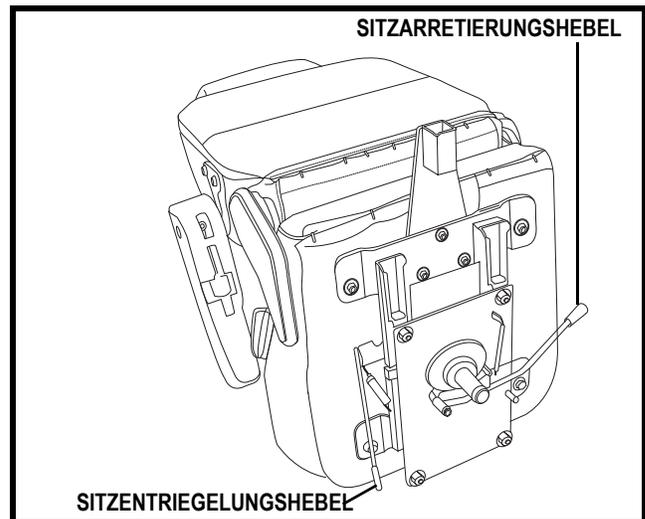

Abb. 16. Sitzeinstellungen
1. Sitzarretierungshebel nach vorne drücken, um den Sitz zu entriegeln. **Siehe Abb. 16.**
2. Sitz umdrehen, um die Unterseite einzusehen. **Siehe Abb. 16.**